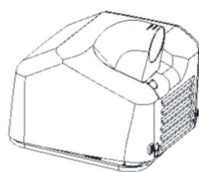
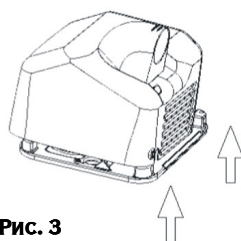

Рис. 2
Рис. 3
2. — Снять крышку, слегка наклонив ее и высвободив верхний крепежный затвор (см. рис. 2). Потянув вверх, снять крышку, стараясь при этом не ударить ею внутреннюю часть аппарата (см. рис. 3).